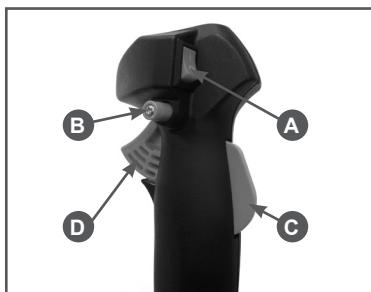

Рис.11 Многофункциональная рукоятка управления
Не допускается работа с не полностью нажатым курком газа D (Рис.11).
- Выключатель зажигания (A) установите в положение «I» Рис.11. Удерживая стопорный рычаг (C) нажмите на курок газа (D). Для облегчения запуска зафиксируйте курок газа стопором (B).